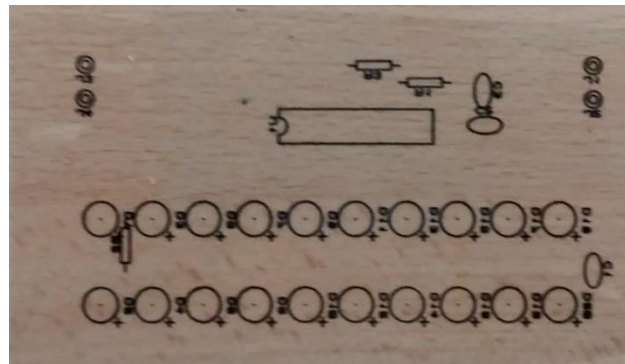

Figura 9. Componentes electrónicos.
- ✓ La capa que visualiza los componentes electrónicos que se ubica en la parte superior de la PCB ver figura 9.